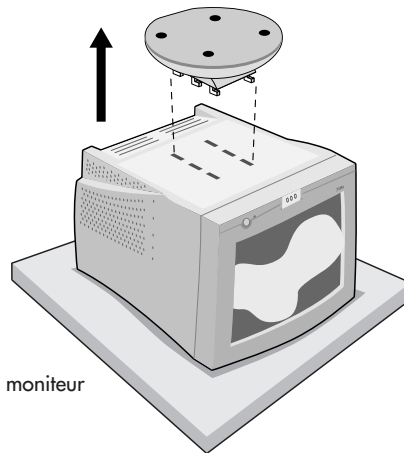

Figure TS.6
3. Retirez le socle inclinable/rotatif des six trous sur le bas du moniteur (**Figure TS.6**).